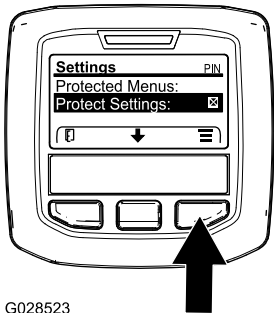

図 32
1. MAINメインメニューから中央ボタンで下へスクロールしていくとSETTINGS設定メニューがありますから、ここで右ボタンを押します 図 32。